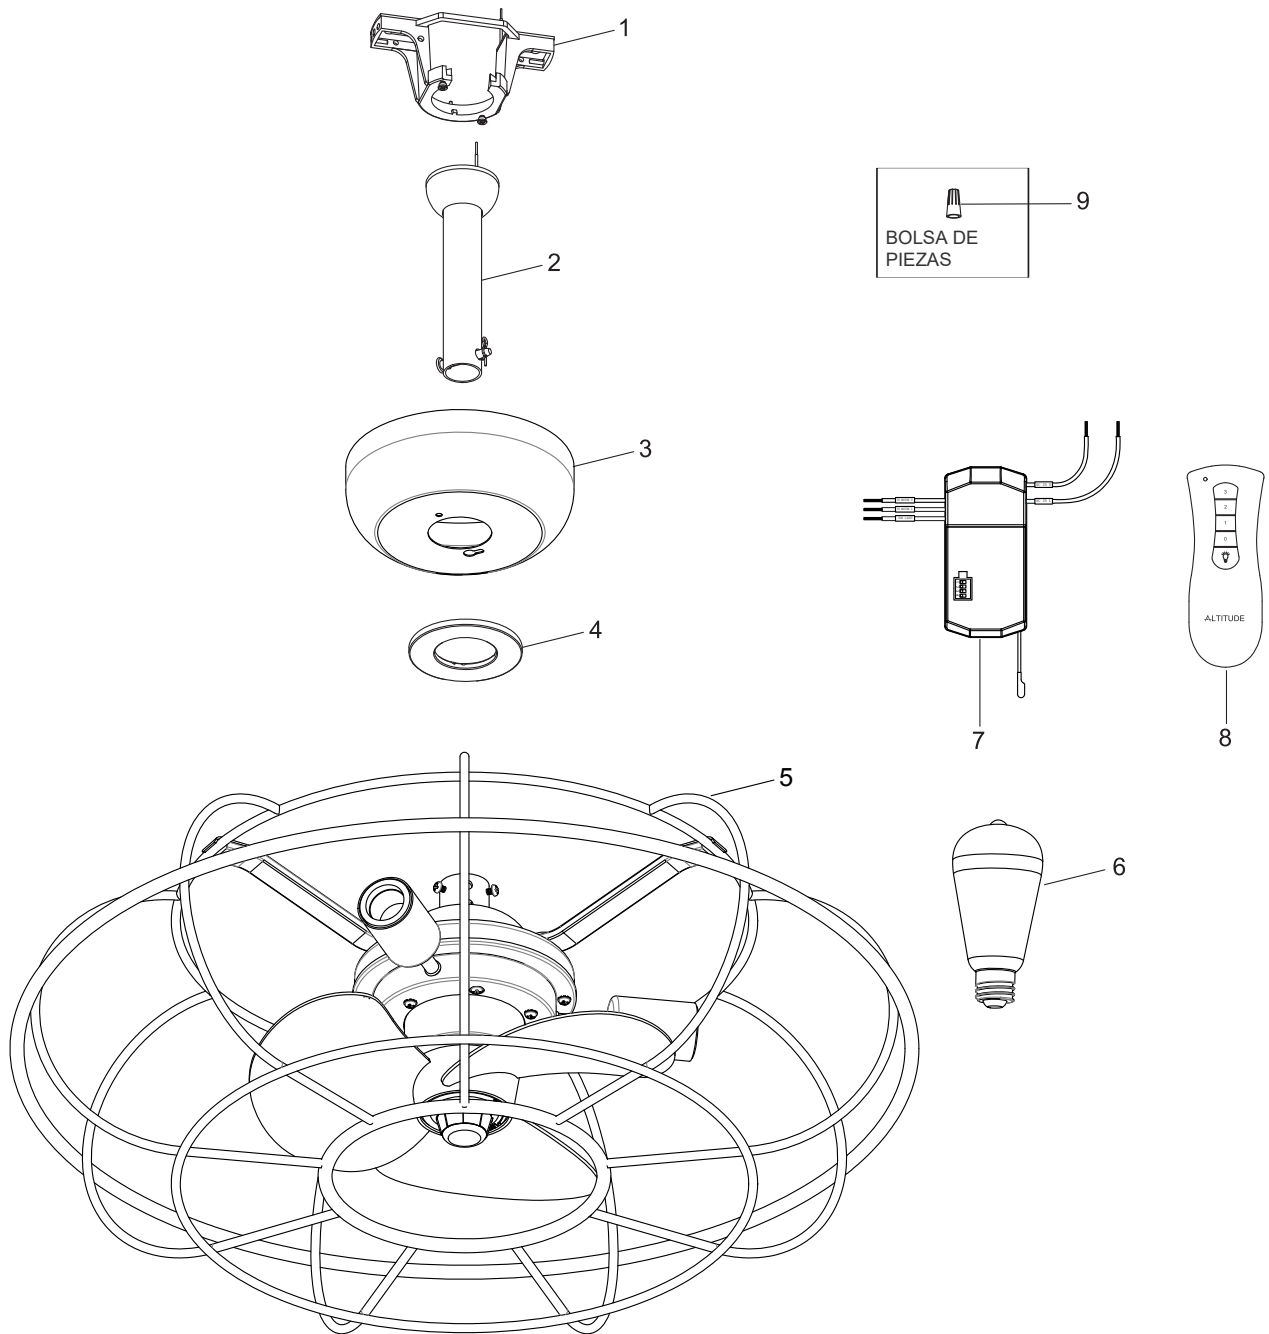

Figura 1
- Diagrama de limpieza y desmontaje de las aspas del ventilador; limpie con un paño seco y no lave con agua (Figura 1)